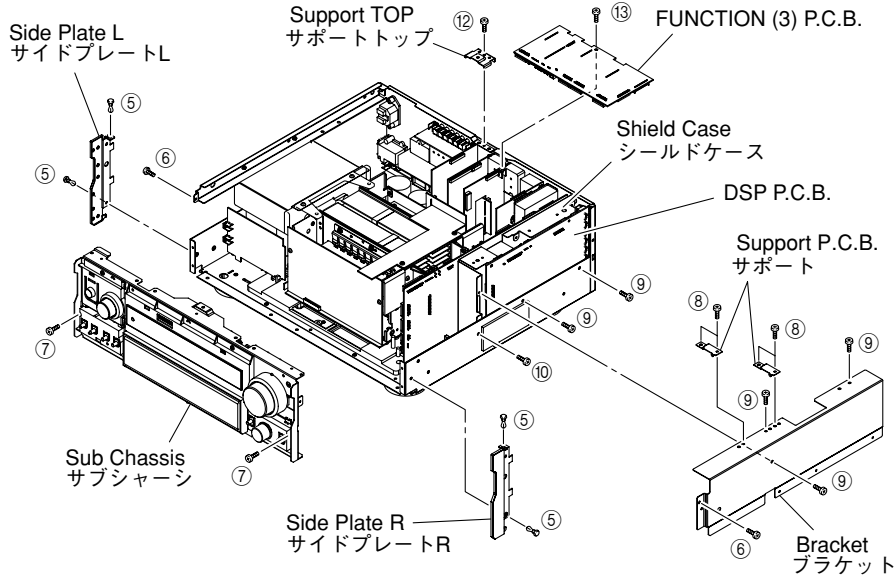

Fig. 2
- Remove 4 push rivets (⑤) and then remove the Side Plates L/R. (Fig. 2)
- Remove 2 screws (⑥) and 2 screws (⑦). (Fig. 2)
- Remove the Sub Chassis forward. (Fig. 2)
- ⑤のプッシュリベット4本を外し、サイドプレートL/Rを取り外します。(Fig. 2)
- ⑥のネジ2本、⑦のネジ2本を外します。(Fig. 2)
- サブシャーシを前方に取り外します。(Fig. 2)
- Remove 4 screws (⑧) and then remove the 2 Support P.C.B.s. (Fig. 2)
- Remove 5 screws (⑨) and then remove the Bracket. (Fig. 2)
- Remove 1 screw (⑩). (Fig. 2)
- Remove the DSP P.C.B. and Shield Case upward. (Fig. 2)
- ⑧のネジ4本を外し、サポートP.C.B.2個を取り外します。(Fig. 2)
- ⑨のネジ5本を外し、ブラケットを取り外します。(Fig. 2)
- ⑩のネジ1本を外します。(Fig. 2)
- DSP P.C.B.とシールドケースを上方に取り外します。(Fig. 2)
5. Removal of FUNCTION (3) P.C.B.
- a. Remove 1 screw (12) and then remove the Support Top. (Fig. 2)
- b. Remove 1 screw (13).
- d. Remove the FUNCTION (3) P.C.B. which is connected directly to the lower P.C.B. with connectors. (Fig. 2)
5. FUNCTION (3) P.C.B.の外し方
- a. 12のネジ1本を外し、サポートトップを外します。(Fig. 2)
但し、FUNCTION(3)P.C.B.は、下方のP.C.B.と直接コネクター接続されています。(Fig. 2)